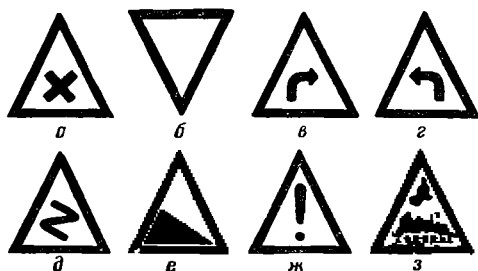

Рис. 173 Знаки предупреждающие:
«**Перекресток**» (рис. 173, а). Этот знак предупреждает о приближении к месту пересечения дороги другой автомобильной дорогой, независимо от того, какой в этом месте образуется перекресток — четырехсторонний или Т-образный.
«**Основная дорога**» (рис. 173, б). Этот знак устанавливают на второстепенной дороге на расстоянии 25—35 м до пересечения ее основной магистралью (независимо от того, что на расстоянии 120—180 м установлен знак — «Перекресток»).
«П о в о р о т   н а   п р а в о» (рис. 173, в), «П о в о р о т   н а   л е в о» (рис. 173, г). Эти знаки устанавливают перед закруглениями дорог с целью предупредить водителя о приближении к закруглению дороги вираво или влево (соответственно направлению стрелы).
«И з в и л и с т а я   д о р о г а» (рис. 173, д). Этот знак устанавливают перед участком горной дороги с непрерывно чередующимися поворотами в разных направлениях (так называемые серпантины). Если протяженность извилистого участка дороги более 2000 м, то знаки устанавливают через каждые 2000 м извилистого пути.
«К р у т о й   с п у с к» (рис. 173, е). Этот знак устанавливают перед спуском, имеющим уклон более 8 м на каждые 100 м пути (8%, или угол около 4,5°), при движении на спуске на прямой передаче торможение двигателем не дает должного эффекта, а тормозной путь автомобиля значительно возрастает.
**«Прочие опасности»** (рис. 173, ж). Этот знак устанавливают перед неисправным участком дороги: ремонт дороги или моста, неровная поверхность дороги, скользкое покрытие (например, на высокогорных участках дорог) и т. п.
**«Железнодорожный переезд»** (рис. 173, з). Этот знак устанавливают преимущественно на загородных дорогах как перед неохраемыми, так и перед охраняемыми переездами железных дорог широкой и узкой колеи. С каждой стороны переезда устанавливают по два знака с правой стороны (по движению): один на расстоянии 120—180 м до ближайшего рельса, другой на расстоянии 45—55 м до ближайшего рельса.